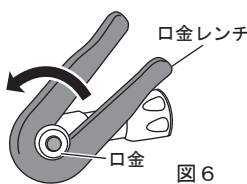

図6
- ②口金(図6)のゆるみがないことを確認してください。ゆるんでいる場合は、以下を行ってください。
- ②付属の口金レンチを用い図6のように掛け矢印の方向に回し口金をとりはずします。